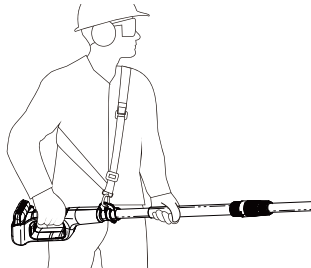

Fig. 21
- **Réglez la longueur de la sangle de manière à ce que l'attache se situe à peu près à la même hauteur que la hanche (Fig. 21).**